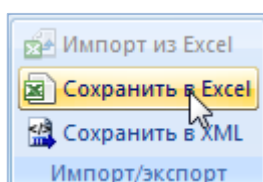

Рис. 26-87 – Кнопка «Сохранить в Excel» панели Импорт/экспорт
2) Нажать кнопку «Сохранить в Excel» панели «Импорт/экспорт» (рис. 26-87).